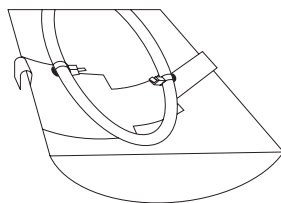

Fig 3. Suport aderat la jgheab cu bandă adezivă de aluminiu
7. După ce toate suporturile sunt atașate de-a lungul cablului, începe aderența acestora la suprafața interioară a jgheabului. Se verifică distanța și acum puteți folosi banda adezivă de aluminiu pentru a păstra suportul în jos (fig 3).